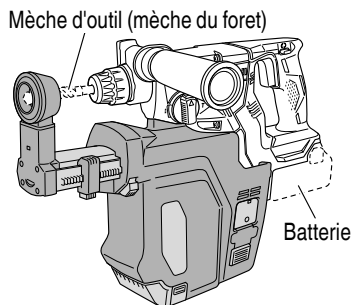

Fig. 2
1. Fixation et retrait du système extracteur de poussière (Fig. 2, 3, 4)
- Lors de la fixation, du retrait ou de l'ajustement du système extracteur de poussière, pour prévenir un accident peu probable, s'assurer d'éteindre le commutateur de l'outil, et retirer la batterie et la mèche de l'outil. (Fig. 2)